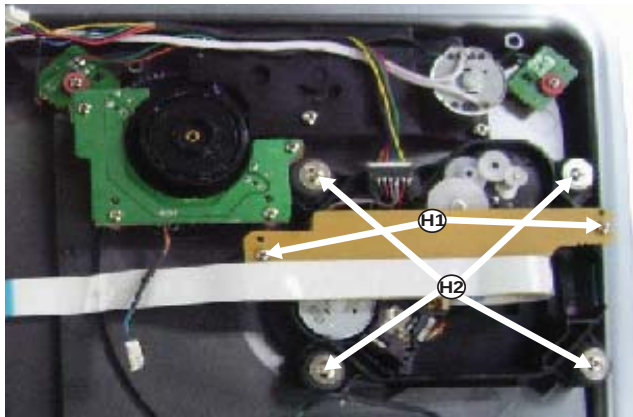

Figura 9
- 1) Solte os 2 parafusos “H1”(S2 x 2) para liberar o Painel Carregador como mostra a figura 9.
- 2) Solte os 4 parafusos “H2” (S4 x 4) para liberar o Carregador como mostra a figura 9.